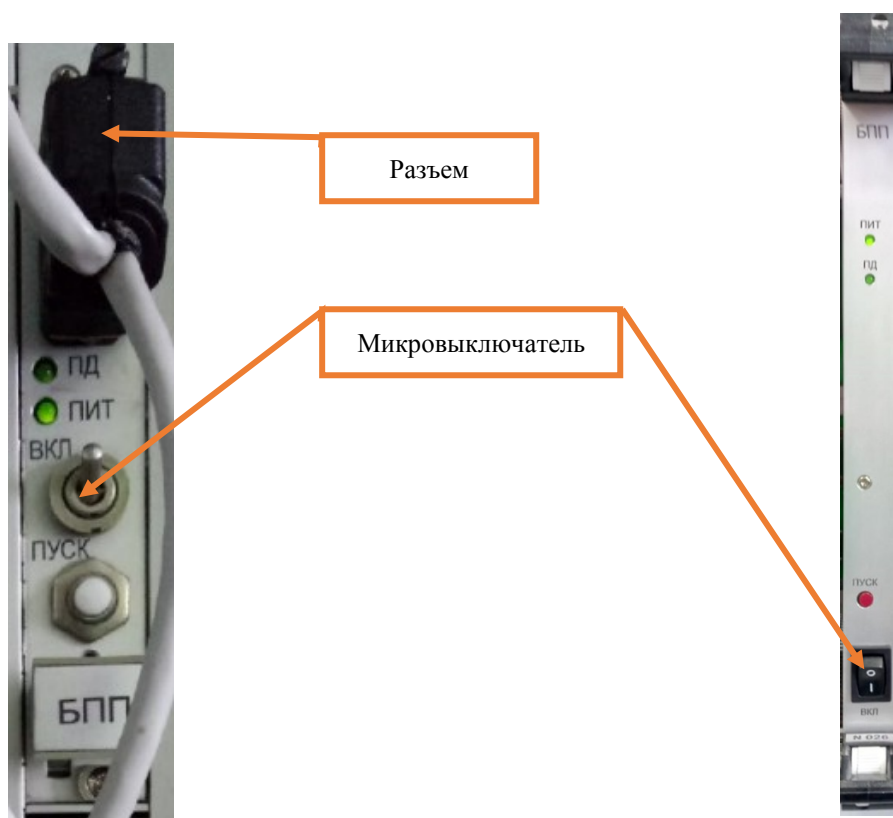

Рисунок 12. Микровыключатель на блоке БПП.
7.3.4 На заменяемом блоке перевести микровыключатель в нижнее положение или положение «0» (в зависимости от исполнения блока) и отключить блок (Рисунок 12).
7.3.5 Отвернуть с помощью шлицевой отвертки и отсоединить разъем от блока (для БПП исполнения 1) (Рисунок 12).